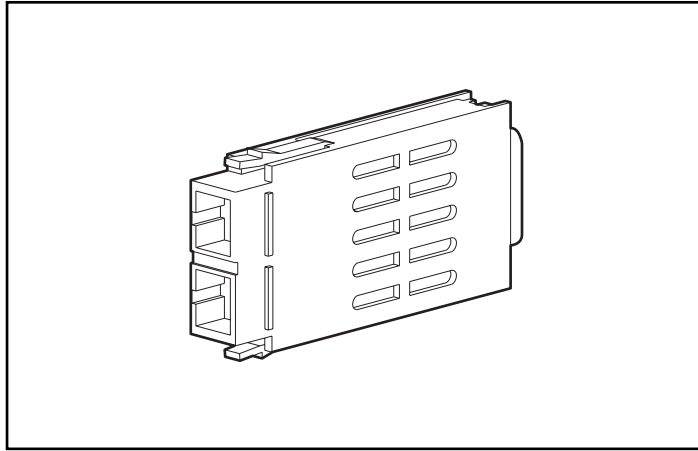

Figura 2-15. Módulo Conversor de Interfaz de GigaBit (GBIC)
- Todos los cables deben extenderse a través del canal para cables del lado izquierdo del bastidor. Consulte la Figura 2-15.